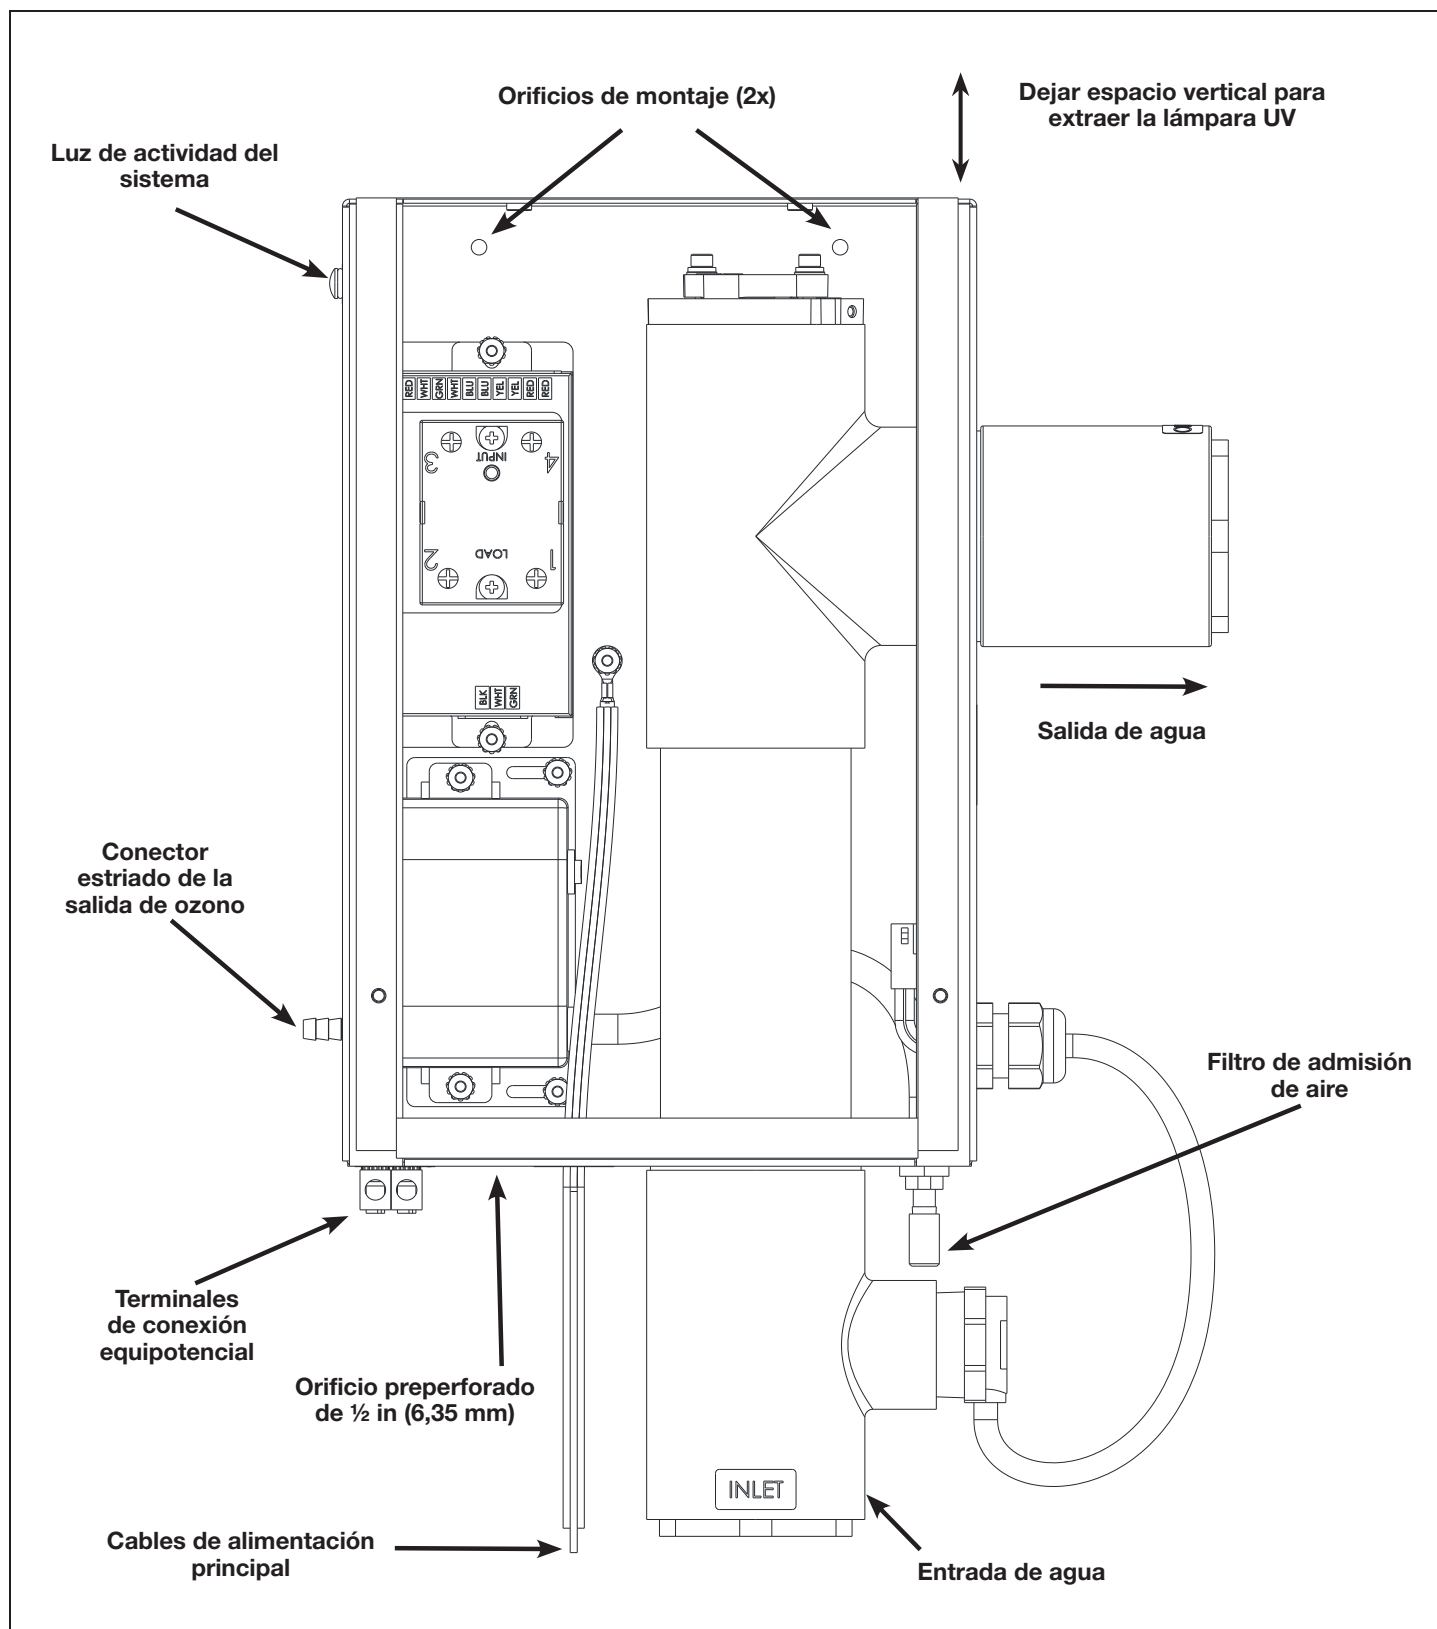

Figura 2. Ubicación y anotaciones para la instalación (sin tapa)
Instalar en un área limpia y protegida, fuera del alcance de la luz solar directa. La unidad debe instalarse en exteriores (o en interiores, en una habitación con ventilación por aire forzado) y la orientación debe ser exactamente como la que se muestra en la Figura 2. Coloque la unidad fuera del alcance de rociadores o bocas de drenaje. Instale la unidad con la orientación que se muestra en la Figura 2 y utilizando los dos orificios de montaje que están dentro de la estructura. Siga las instrucciones que figuran más abajo para quitar la tapa antes de instalar la estructura. Deje suficiente espacio libre en la parte delantera para el acceso al interior y en la parte superior para dar servicio a la lámpara UV y al tubo de cuarzo (13 in [33 cm]). El sistema AOP Jandy debe instalarse a una distancia mínima de un (1) pie (30,5 cm) del nivel máximo de agua. Consulte la sección "Tuberías y conexiones" a fin de conocer las instrucciones para conectar las tuberías según dónde instale la unidad.
2. Consulte la Figura 2 para marcar las ubicaciones de los dos tornillos de montaje.